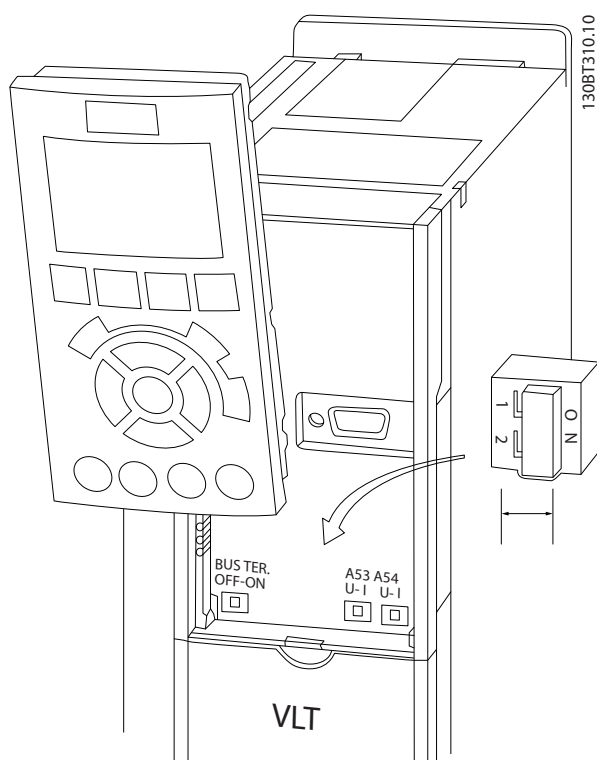

Рисунок 2.31 Расположение переключателей клемм 53 и 54 и переключатель оконечной нагрузки шины
- Доступ к переключателям можно получить, сняв LCP (см. Рисунок 2.31).